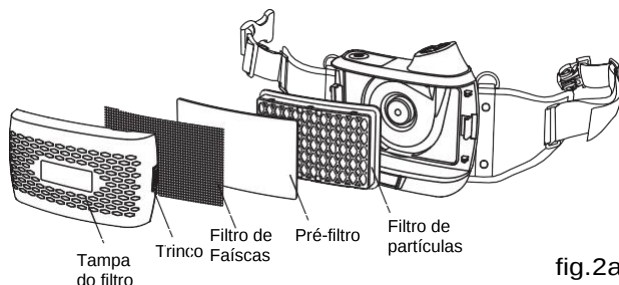

fig.2a
- Instale o filtro de partículas de acordo com a fig.2a.